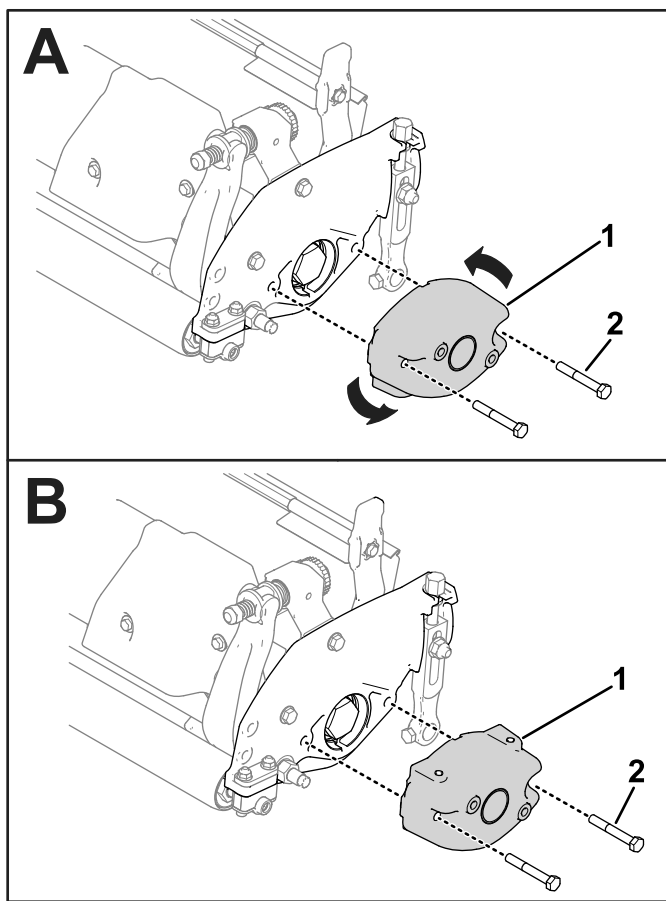

Figura 58
1. Retire el contrapeso existente de la unidad de corte e instale el contrapeso de tal manera que los orificios roscados estén orientados hacia arriba (Figura 58).